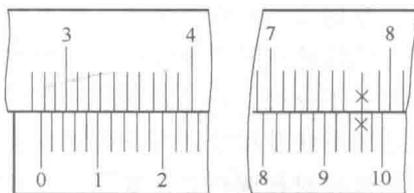

图 0-10 0.02mm 游标卡尺的读数
① 分度值为 0.02mm 的游标卡尺，其主标尺的标尺间隔为 1mm。两测量爪合并时，游标尺上 50 个标尺分度的长度刚好等于主标尺上的 49mm。主标尺与游标尺的每个标尺分度的长度之差为： $1\text{mm} - 49\text{mm}/50 = 0.02\text{mm}$ 。
② 分度值为 0.05mm 的游标卡尺，其主标尺的标尺间隔为 1mm。两测量爪合并时，游标上 20 个标尺分度的长度刚好等于主标尺上的 19mm，主标尺与游标尺的每个标尺分度的长度之差为： $1\text{mm} - 19\text{mm}/20 = 0.05\text{mm}$ 。
3) 游标卡尺的读数。以分度值为 0.02mm 的游标卡尺为例，如图 0-10 所示，其读取数据的过程一般分为 3 步：先读主标尺，根据游标尺零线以左最近的标尺标记读出整数为 27mm；再读游标尺，找到游标尺与主标尺的标尺标记的对齐处，读出 0.96mm；最后将所读的两个数加起来，即为总尺寸  $27\text{mm} + 0.96\text{mm} = 27.96\text{mm}$ 。